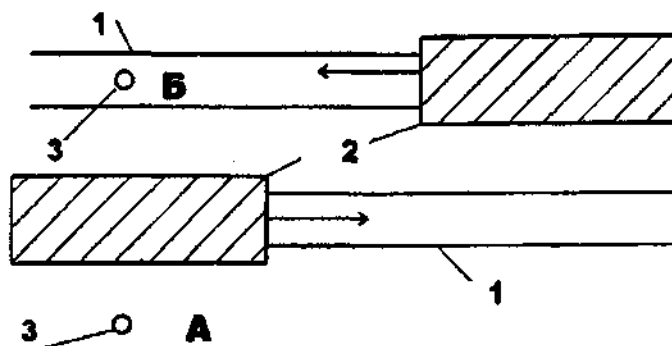

Рисунок 6. Правильный (А) и неправильный (Б) отход работника при пропуске поезда
69. Не разрешается для пропуска поезда переходить на соседний путь (рисунок 6). Из-за шума проходящего поезда вы можете не услышать, а в кривой и не увидеть, приближающийся **встречный** поезд или локомотив и во время не сойти с пути на безопасное расстояние. При этом особую опасность представляют поезда,двигающиеся вагонами вперед.